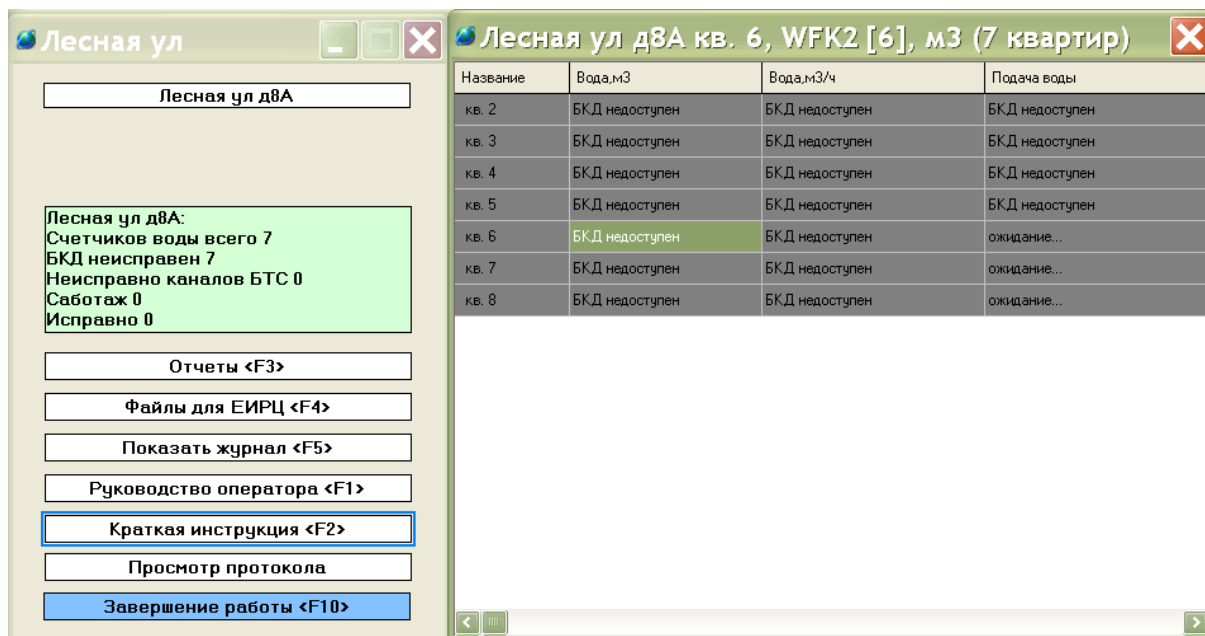

Рисунок 83
3) Временно отключить цепь электропитания преобразователя интерфейсов БКД-МЕ. Длительность отключения должна превышать заданный период обновления информации в системе. Проверить формирование сообщения «БКД недоступен» в ячейках измеренного объема воды в таблице для тех квартир, которые подключены к проверяемому БКД-МЕ (рисунок 83). В окне «Лесная ул.» проверить появление сообщения о количестве неисправных водосчетчиков «БКД неисправен» по причине отказа БКД-МЕ.